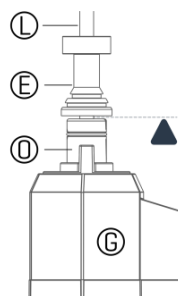

Figure 6
Lors de l'utilisation avec des banques de triggers GEWA, la cymbale supérieure doit être placée à une hauteur telle qu'elle empêche l'amortisseur du Tilter (E) d'exercer une pression vers le bas sur l'axe du contrôleur (O). Consultez la Figure 6 pour établir une comparaison.
- 3 Après l'étape 2, l'amortisseur du Tilter (E) doit être en contact avec le contrôleur du Charleston du support mobile (O), sans exercer aucune pression vers le bas sur l'axe (voir la Figure 6). Ceci correspond à un espacement minimum de la cymbale (S) d'environ 19 mm (3/4").